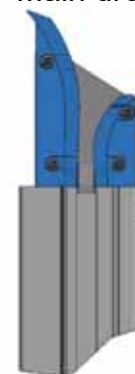

Figure 14, Assemblage du rail et de l'entonnoir
- 10 Mesurez la distance entre le dessous du support supérieur et le sol (G) et déduisez 2,5 cm (G-2,5 cm). Couper également les rails en aluminium (I1) à cette dimension et éliminer toutes les arêtes vives. Installez la paire d'entonnoirs P1 et P2 dans le haut des rails et fixez-les avec la vis autoperceuse M5x19 sur la face avant, Figure 14.